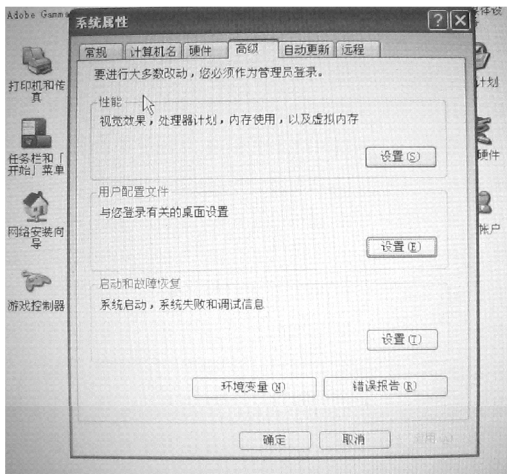

图 3-79 “性能”设置选择项
1) 在“控制面板”中双击“系统”选项，或直接在桌面上右击“我的电脑”，选择“属性”选项即会出现“系统属性”对话框。然后在“系统属性”对话框中选择“高级”标签，即会出现如图 3-79 所示的“性能”设置选择项。